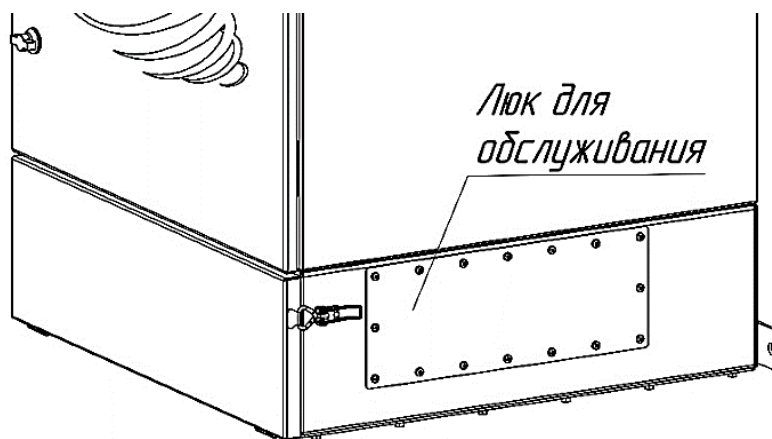

Рисунок 11
- 1) открыть дверцу приёмной камеры на боковой стенке фильтра (рисунок 11);